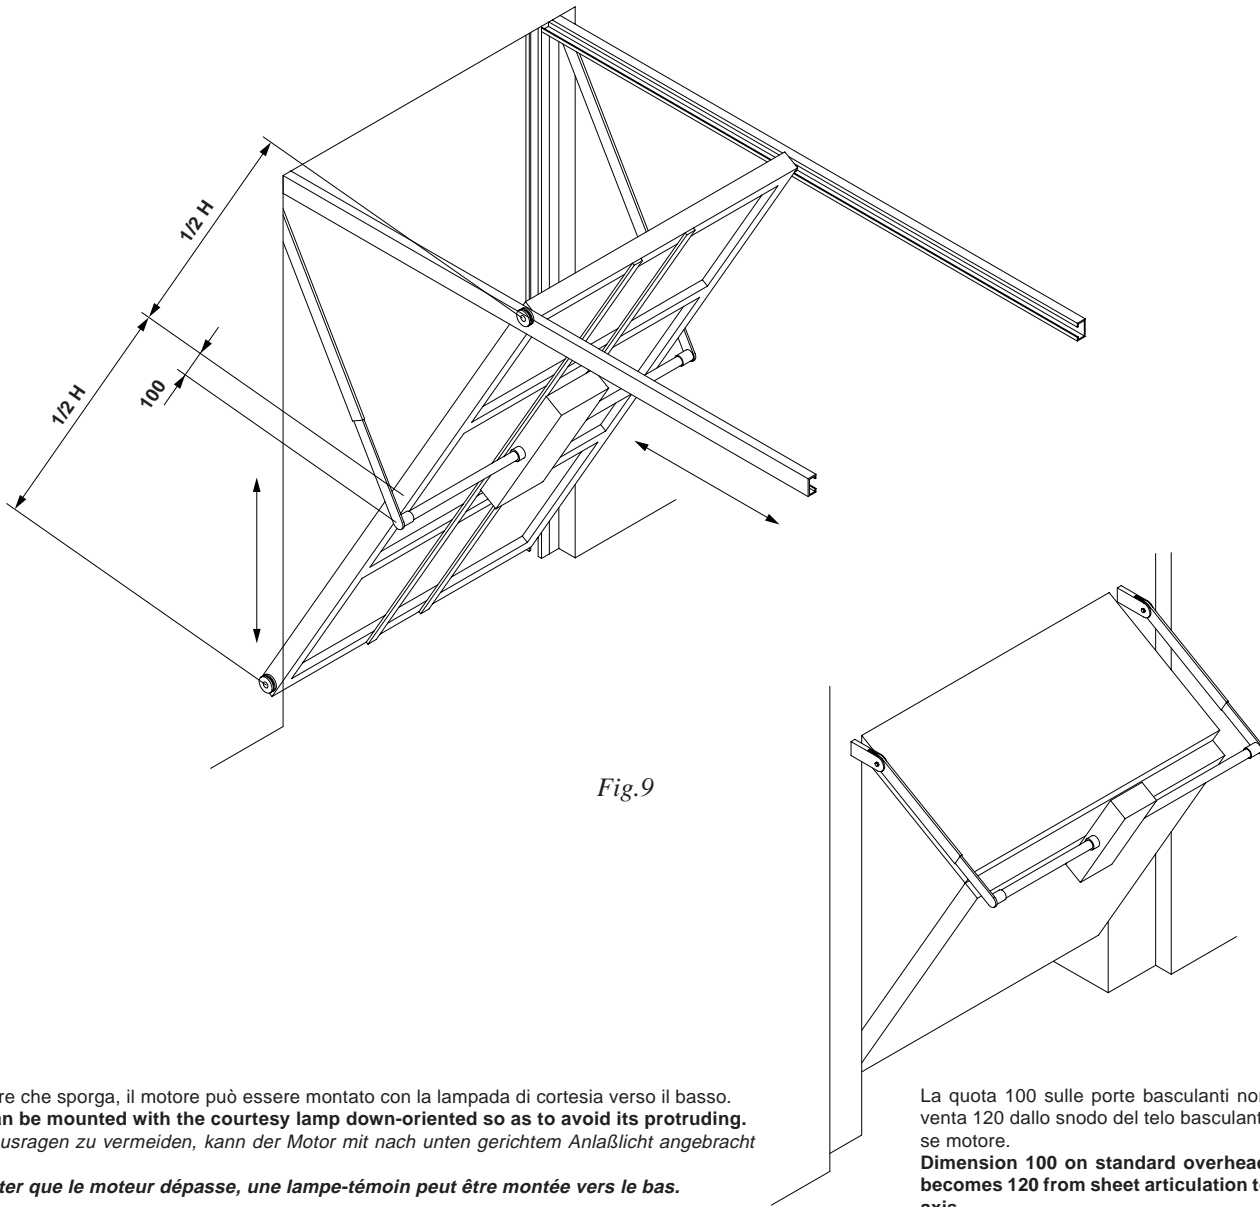

Fig.9
6.1 Porte a guide orizzontali e verticali fig. 9 (l'installazione risulta analoga a quella descritta al punto 5).
6.1 Doors with horizontal and vertical guides Fig. 9 (installation is similar to the one described in point 5).
*6.1 Les portes à guides horizontales et verticales fig. 9 (c'est la même installation que celle décrite au paragraphe 5)*